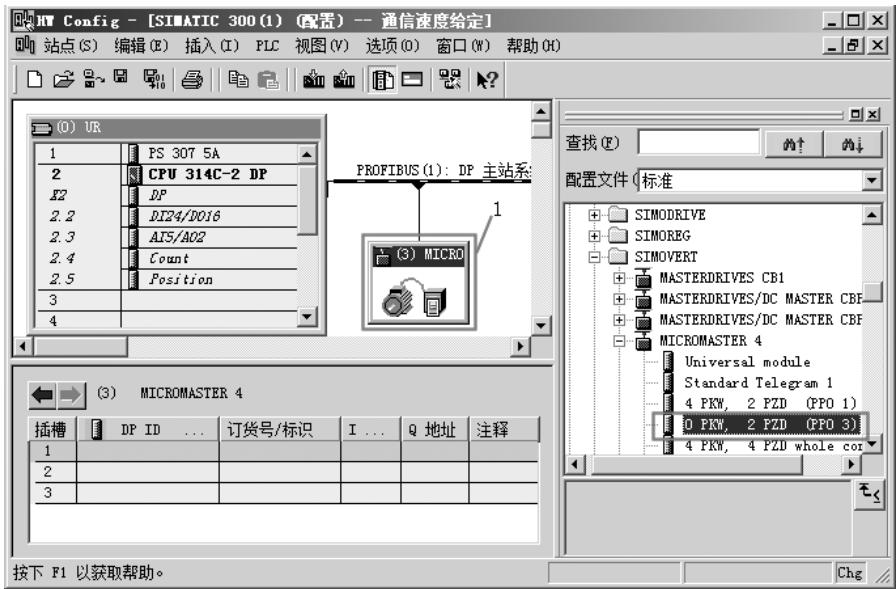

图 11-21 选择通信报文的结构
4) 选择通信报文的结构。PROFIBUS 的通信报文由两部分组成, 即 PKW (参数识别 ID 数据区) 和 PZD 区 (过程数据)。如图 11-21 所示, 先选中“1”处, 再双击“0 PKW, 2 PZD (PPO3)”, “0 PKW, 2 PZD (PPO3)”通信报文格式的含义是: 报文中没有 PKW, 只有 2 个字的 PZD。